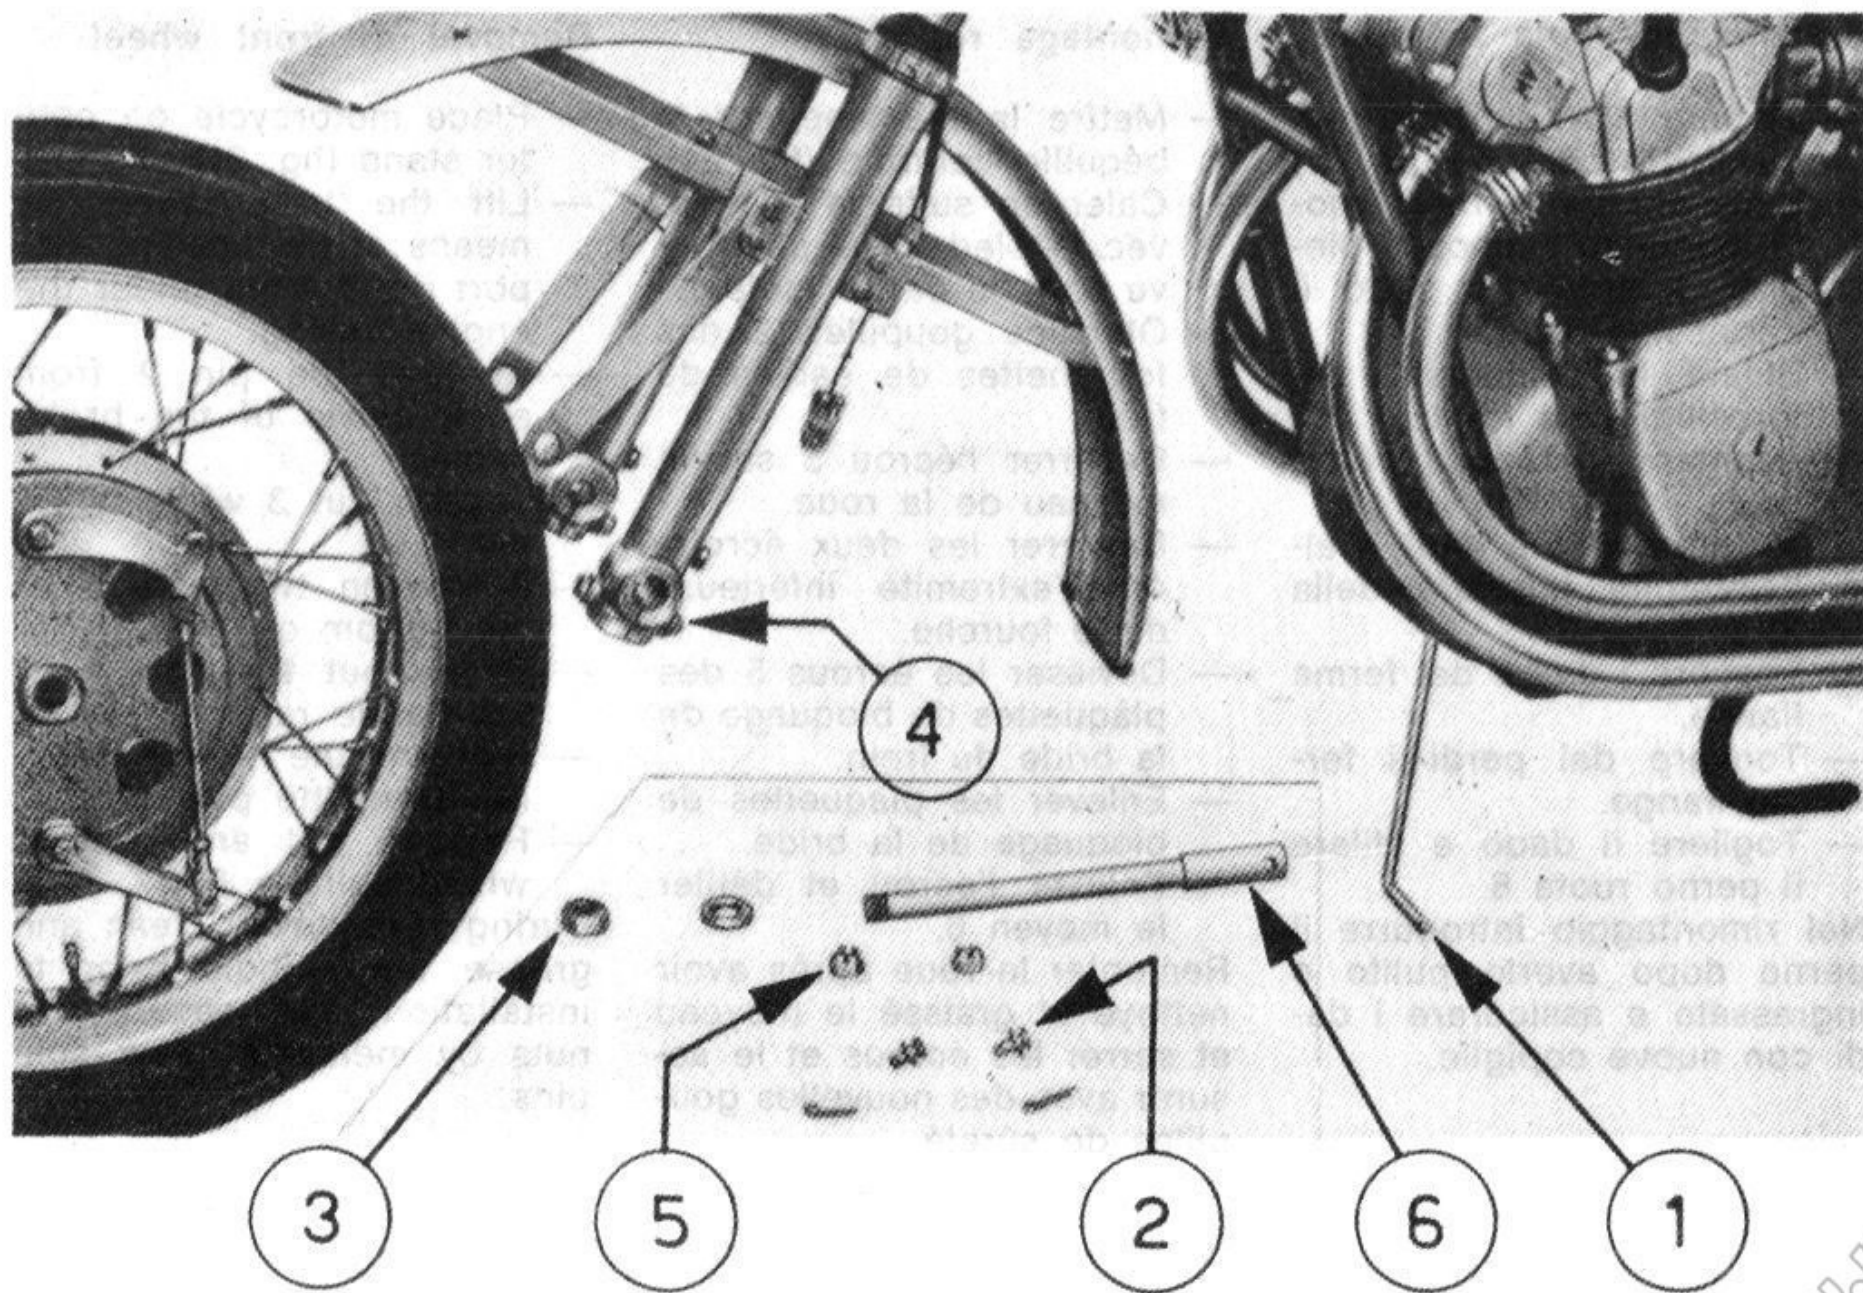

fig. 21
- Mettere il motociclo sul cavalletto centrale (fig. 21)
- Mettre la machine sur la béquille centrale (fig. 21).
- Place motorcycle on center stand (fig. 21).